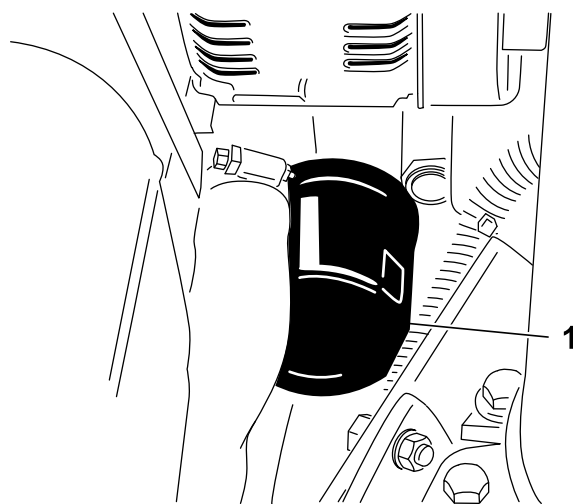

Bild 65
2. Entfernen Sie den Ölfilter (Bild 65).